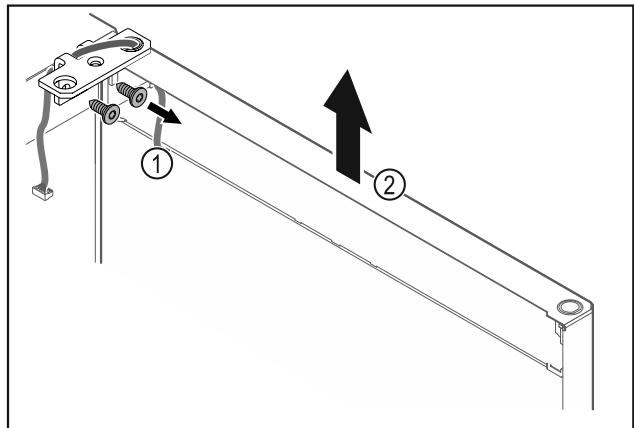

Fig. 19
- Lironi vidat e profilit të menteshës Fig. 19 (1).
- Ngrini drejt lart derën së bashku me profilin e menteshës Fig. 19 (2) rrëth 200 mm dhe hiqeni.